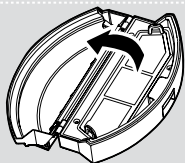

Fig. 19
3. Ta bort alla filterkomponenter och rengör dem separat. Återmonteringen sker i motsatt ordning. [Fig. 19,20]